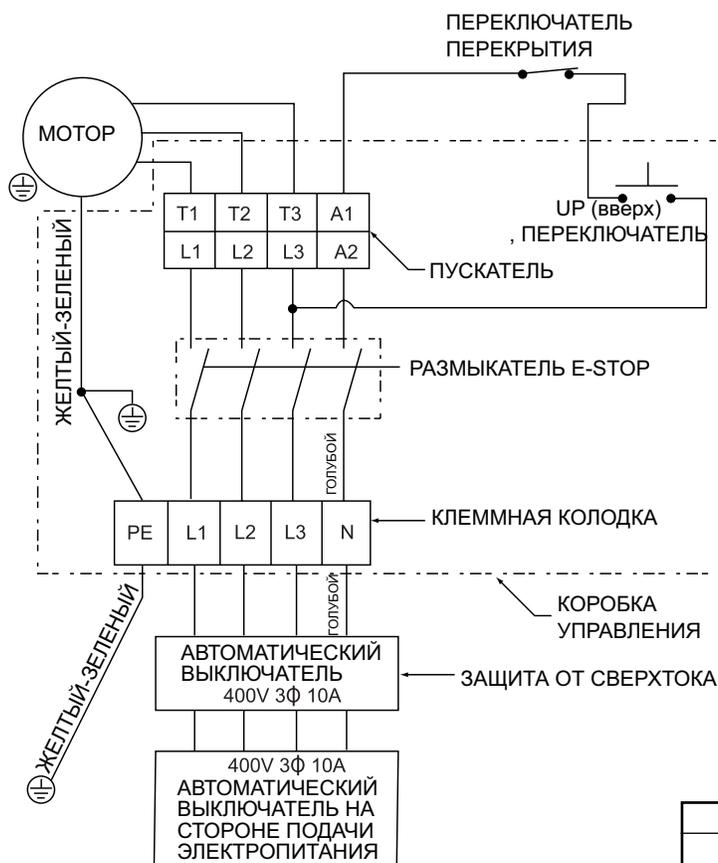

Рис. 16
13. Электрические соединения: Квалифицированный электрик должен проложить силовое электропитание 400-415 Вольт, трехфазное, 50 Гц к мотору (см. рис. 16). Сечение провода для 15-ампертной цепи. См. таблицу эксплуатационных характеристик мотора.